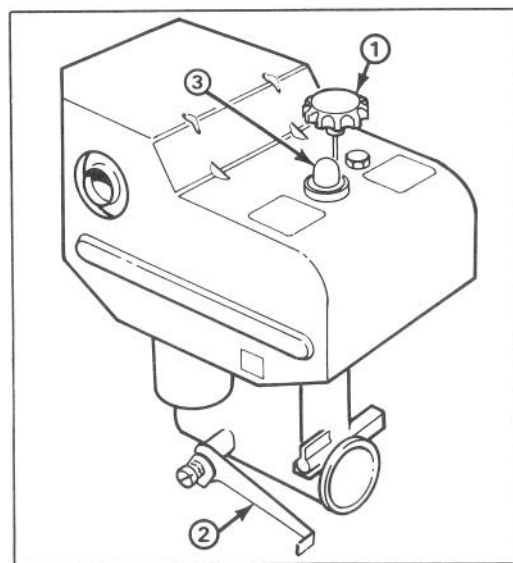

Abbildung 10
Drossel (Abb. 10)—Ziehen der Drossel nach oben erhöht die Motordrehzahl.
Choke (Abb. 10)—Der Choke befindet sich an der linken Seite des Motors. Zum Starten des kalten Motors den Choke nach unten auf VOLL schieben, und bei zunehmender Erwärmung den Choke wieder langsam auf AUS bringen.
Tupfer (Abb. 10)—Als Kaltstarthilfe den Tupfer drücken, damit eine kleine Menge Benzin in den Motor eingespritzt wird.
3. Den Choke ganz aufdrehen (Abb. 10).
5. Den Tupfer (Abb. 10) fünfmal drücken.
7. Nachdem der Motor angesprungen ist, den Choke (Abb. 10) sofort in $\frac{3}{4}$ -Stellung bringen. Bei zunehmender Erwärmung des Motors den Choke zunächst auf $\frac{1}{2}$, dann auf AUS stellen. Stottert der Motor, den Choke wieder auf $\frac{1}{2}$